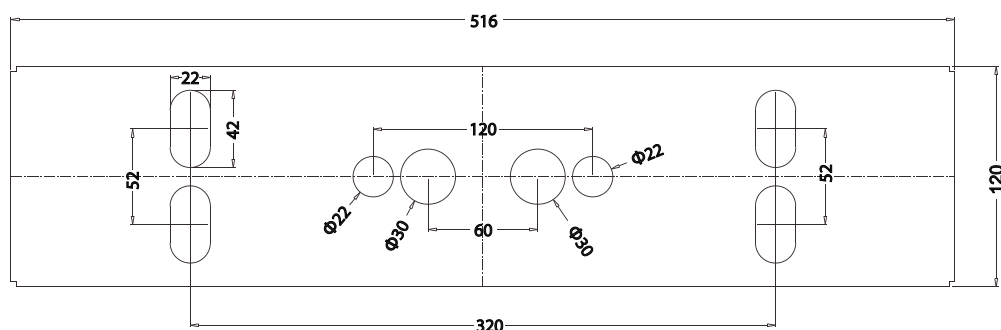

图 3-1
安装孔位如图 3-1 所示，单位为 mm。
如采用明装线缆方式，三辊闸有缆预开口，明装线缆必须使用半弧状贴地线槽保护；如采用暗装埋地线缆方式，则线缆出地口请按照图 3-1 安装孔位所示选择。
- ① 打孔。准备冲击钻，准备 14mm 的冲击钻钻头，按照图 3-1 安装孔位所示钻孔位，垂直钻孔